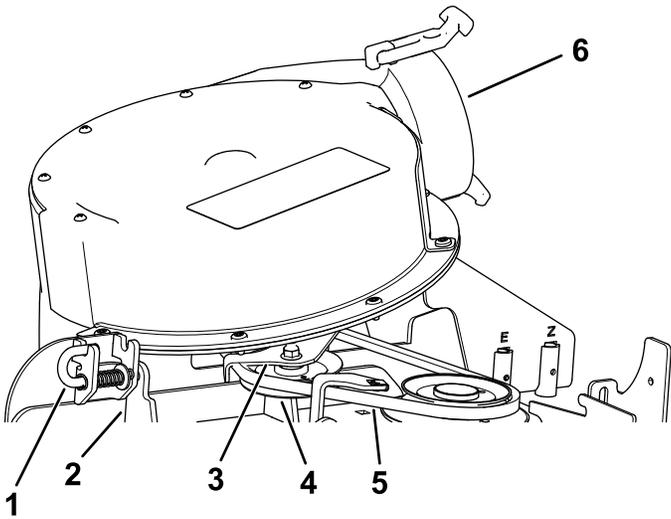

Figura 43
- Mueva el pestillo de la posición de bloqueo a la posición de abierto (Figura 43).
- Cierre el conjunto del soplador y alinee el pestillo con el taladro del soporte del conducto (Figura 43).